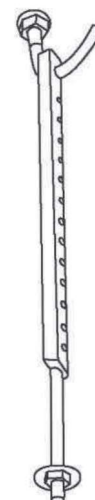

Abb. 4.4
4. Montieren Sie die vier Abhängebolzen (Siehe Abb. 4.4).